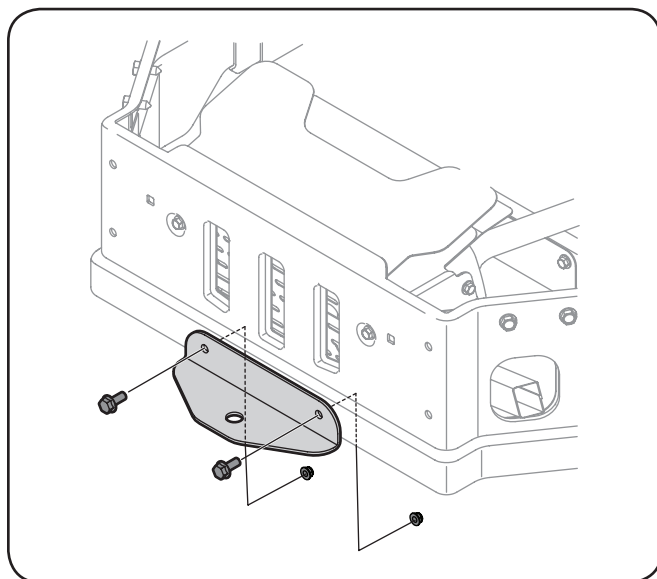

Figura 3-10
2. Instale el soporte de enganche como se muestra en la Figura 3-10 y asegure con los tornillos de brida hexagonal y las tuercas de seguridad con brida que quitó en el paso 1.